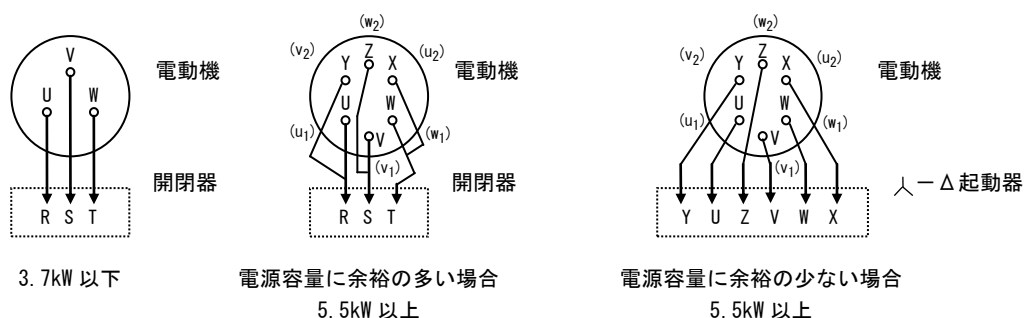

図9：配線接続図
- (1) 配線は図9又は電動機のターミナルボックス内ぶたに表示された結線図又は電動機に附属された取扱説明書に従い、行ってください。